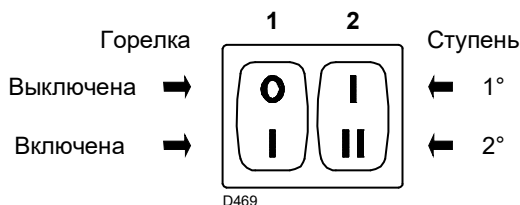

Рис. 19
- Запустите горелку, замыкая дистанционные регуляторы и выставляя выключатель 1)(Рис. 19) в положение ВКЛ. Насос должен вращаться в направлении стрелки, указанной на крышке.
- Остановите горелку, устанавливая переключатель 1)(Рис. 19) в положении ВЫКЛЮЧЕНА и затягивая винт 3).